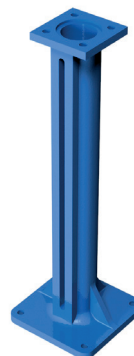

Fig. 18
- Colonna di manovra retta (fig. 18)